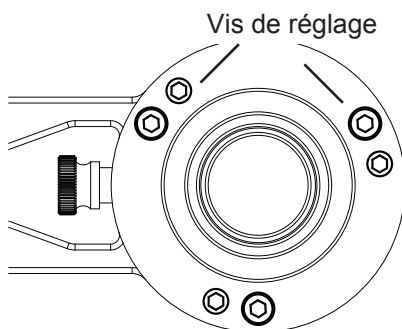

Fig. 3.4b
4. Si l'objet est décentré, agissez sur les 6 vis à six pans creux (Fig. 3.4b) avec une clé de 2.5mm pour corriger le décentrement de moitié. Pour effectuer vos réglages, desserrez une vis d'un quart de tour et serrez les deux autres.